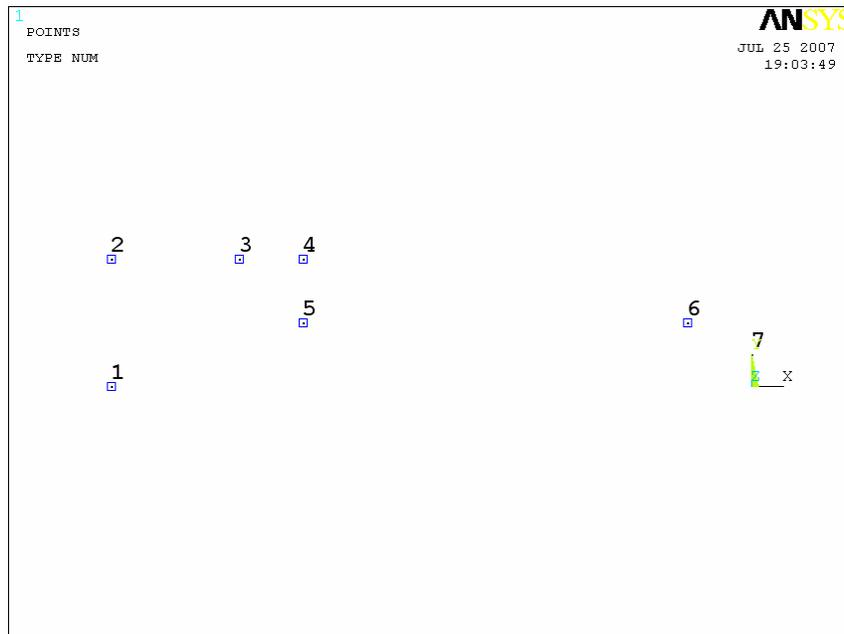

Рисунок 60. Выбор ключевых точек для копирования
- Указать ключевые точки, которые необходимо копировать (Рисунок 60).